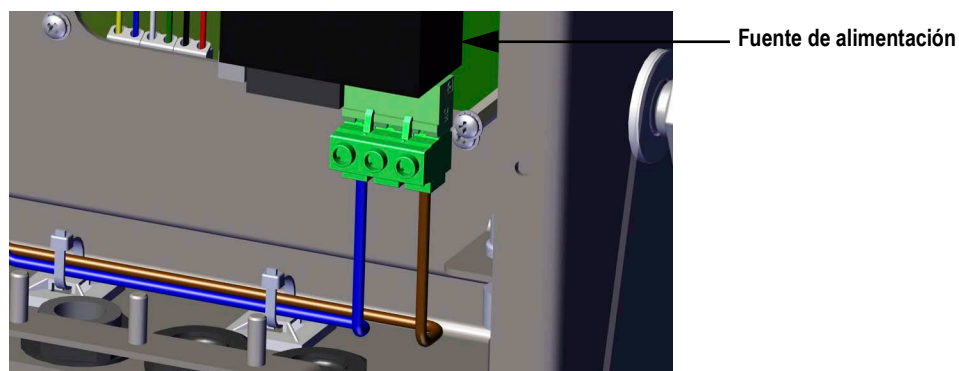

Figura 2-20. Conectar el cableado de CA
1. Tienda el cable hacia arriba por el interior del prensacables (no incluido). Consulte la Figura 2-20.
3. Tienda los otros dos hilos hacia abajo por la parte posterior del visor y conéctelos al enchufe de tres clavijas (n.º ref. 152334) que se conecta a la placa de alimentación. Consulte la Figura 2-20 y la Tabla 2-4 en la página 31.